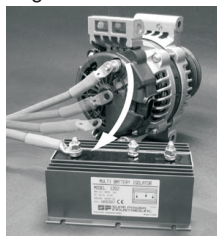

Figure 2
4. 找到发电机上标明有“BAT”的端子，它通常是一根最粗的线，断开所有的线（包括电压调节感应器）从发电机“BAT”端。重新将这些线连接到隔离器的“1”柱，如果需要可以加长，确信你正确连接，见图2